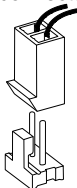

Figure 1 : Connecteur de pack de piles
4. Connecter les deux packs de piles (voir Figure 1). La centrale doit alors détecter la sirène et afficher l'indication « Sirène Ajoutée ». Dans le cas contraire, réessayer en déconnectant puis reconnectant les packs de piles.
5. Après 30 secondes, insérer et connecter des packs de piles neufs (voir Figure 1).